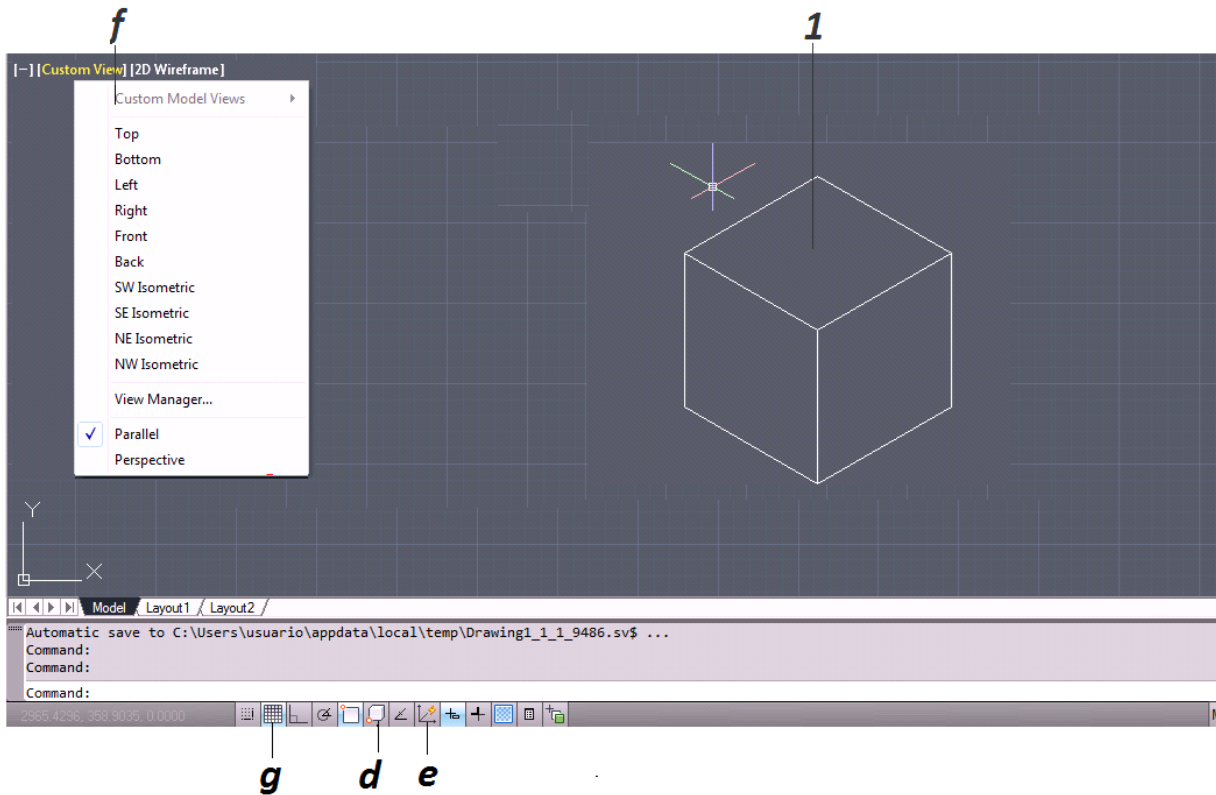

Figura 3.6. Teclas de Función
- d. **3D OSNAP – 3DREFERENT [F4]:** esta es La Referencia a *Objetos 3D (3D Object Snap)* la cual es parecida a la herramienta *Snap* solo que en esta ocasión se hará referencia solo cuando se tengan objetos en 3D, se ubica en la línea de estado (*figura 3.6*) (*Nota: en este manual no se utilizara*)
- e. **ISOPLANO – ISOPLANE [F5]:** Cuando se activa esta herramienta permite trabajar en tres planos, desde arriba, isoplano derecho e isoplano izquierdo, para intercambiar planos se utiliza F5. Para poder trabajar de esta forma (*figura 3.6*) solo se activa la vista isométrica, la cual se encuentra en la barra de etiquetas, clic en custom view se selecciona cualquiera de las 4 que son SW Isometric, SE Isometric, NW Isometric y Ne Isometric (*figura 3.6 “1”*).
- f. **UCSDETECT – UCSDETECT [F6]:** SISTEMA DE COORDENADAS DINAMICA se activa con F6 o presionando el icono en la parte inferior en la línea de estado (*figura 3.6*). Esta cambia el plano de trabajo al acercarse el puntero a alguna de las caras deseadas.
- g. **REJILLA – GRID [F7]:** Es una cuadrícula la cual en algunas ocasiones sirve de referencia, también se localiza en la línea de estado (*figura 3.6*).